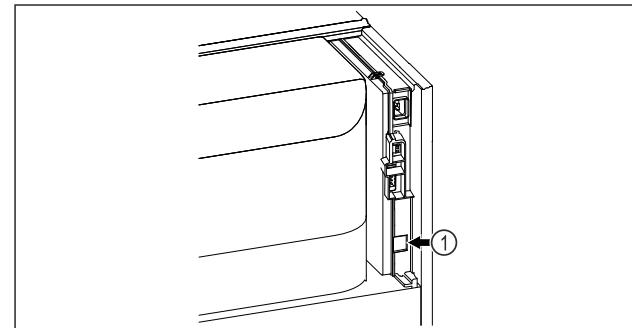

Fig. 83
- SmartModule Fig. 83 (1) 已使用。